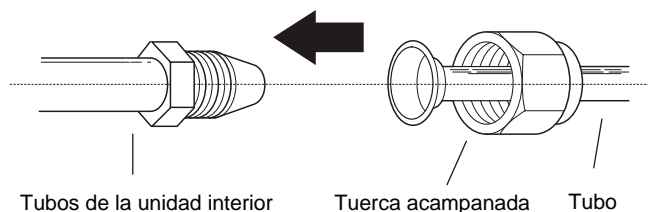

Fig. 6.7
1. Alinee el centro de los dos tubos que va a conectar. Véase Fig.6.7.